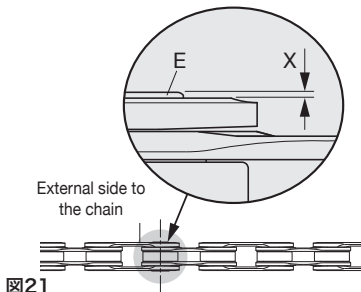

図21
- リンクからピン (E) がわずかに飛び出している状態 (X) が (チェーンの外側に向かって) 正しい状態で、通常のチェーンの動きを妨げることはありません (図21)。